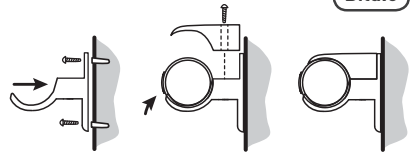

Bild.5
- När du har funnit en lämplig plats för värmeröret, skruva fast fästenas två underdelar på vägg [Bild 5].